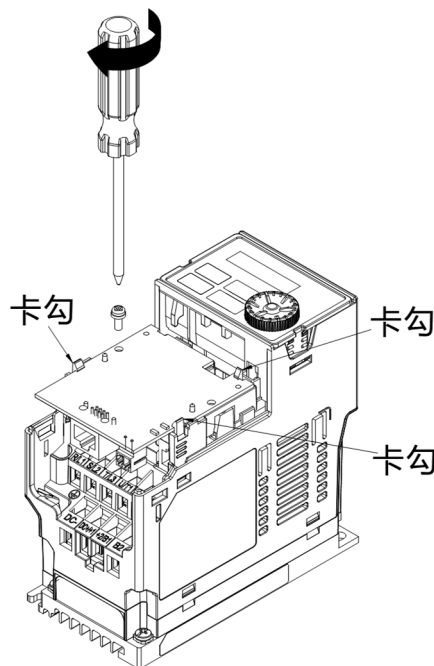

图 8-24
6. 确认三个卡勾确实卡住配件卡后，锁上螺丝 (螺丝扭力建议值：4~6 kg-cm / (3.5~5.2 lb-in.) / (0.39~0.59 Nm))，如图 8-24 所示。